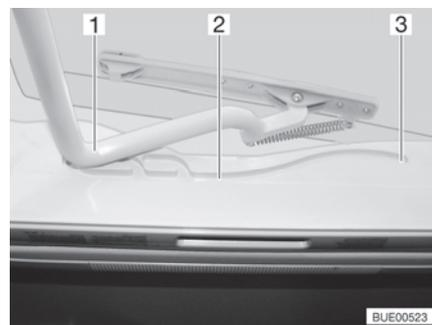

Fig. 30 Guida (oblò Heki)
- Tirare la staffa (Fig. 30,1) nelle guide (Fig. 30,2) fino alla posizione più all'indietro (Fig. 30,3).
- Spingere la staffa (Fig. 30,1) leggermente verso l'alto con ambedue le mani.
- Tirare la staffa nelle guide (Fig. 30,2) fino alla posizione desiderata.